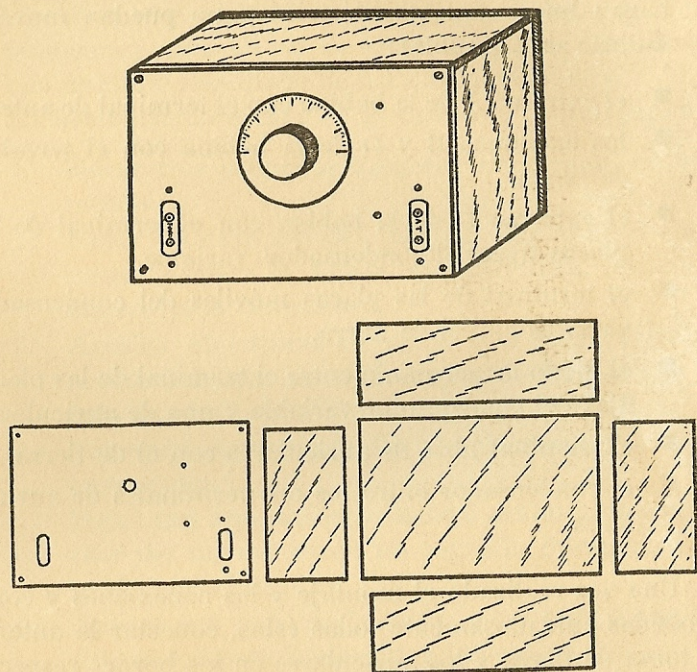

Fig. 9. Caja para el receptor de «galena» representado en la figura 7.
- Hacer en el panel frontal de la caja (fig. 9), las perforaciones necesarias para fijar: el condensador variable, las placas AT y FONO (o las hembrillas) y la bobina.